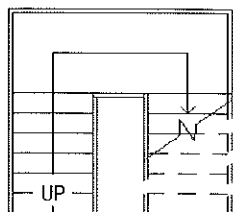

Figura 11.63 – Seleção da escada.
7. Selecione uma escada em U, como apresentado na Figura 11.63, e selecione **Editar croqui** na aba **Modificar | Escadas**.